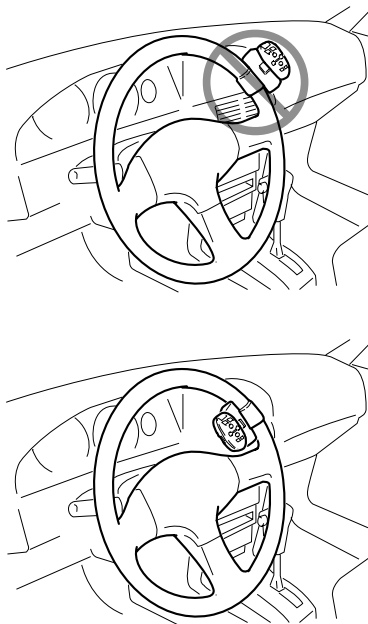

Fig. 7
- Ne pas fixer cette unité à la circonférence extérieure du volant de direction. Elle gênerait la stabilité de la conduite et provoquerait un accident. Toujours fixer cette unité à la circonférence intérieure du volant de direction, comme illustré. (Fig. 7)